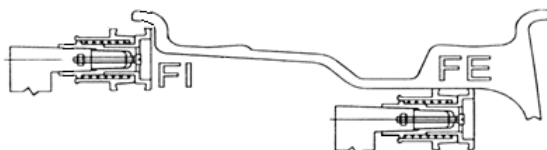

рисунок 7-8
10.3.3 Медленно вращайте колесо, пока не загорятся все огоньки индикаторов внутреннего дисбаланса (рисунок 5-1(8)). Если мы используем рисунок 7-8 для ввода показателей диска, зафиксируйте грузик, как описано в пункте 10.2.3. Если нет, то обратимся к рисунку 10-10 с левой стороны. Зафиксируйте грузик соответствующего веса в позиции «12 часов» на внутренней стороне диска.
10.3.7 Если мы используем рисунок 7-8 для ввода показателей диска, зафиксируйте грузик на внутреннем крае диска, как описано в пункте 10.2.3. Нажмите кнопку STOP и клавишу ALU. Экран отобразит показатели----. Зафиксируйте грузик на внешней стороне диска, как описано в рисунке 10.3.9.